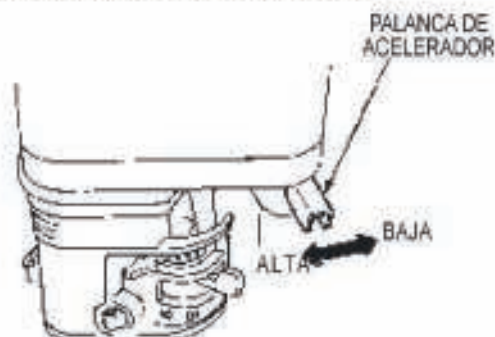

Figura 20. Palanca de acelerador
6. Posicione la palanca del acelerador (Figura 20) a la mitad de la carrera entre alta (fast) y baja (slow) velocidad para arrancar el motor. Todos los cortes de concreto se hacen a velocidad alta, el gobernador está calibrado para obtener la velocidad de corte ideal u óptima.
1. Posicione la palanca del acelerador (Figura 20) en la posición de baja velocidad (slow), y escuche como disminuye la velocidad.
2. Mueva la palanca de aceleración a la posición de "baja" (Figura 20, pág. 23).